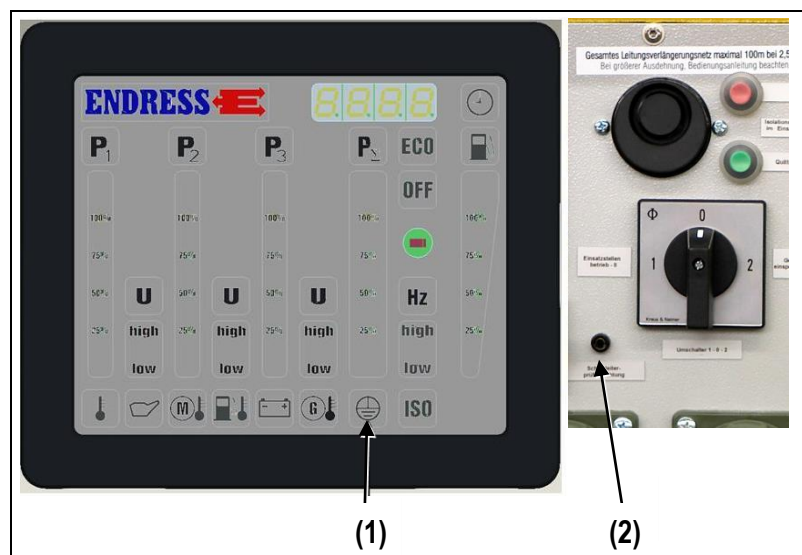

Abb. 4-4: Schutzleiter prüfen
1. Prüfkabel in Buchse (Abb. 4-4(2)) einstecken.
- ✓ Die Prüflampe (Abb. 4-4(1)) am Multifunktionsdisplay zeigt das Ergebnis an: